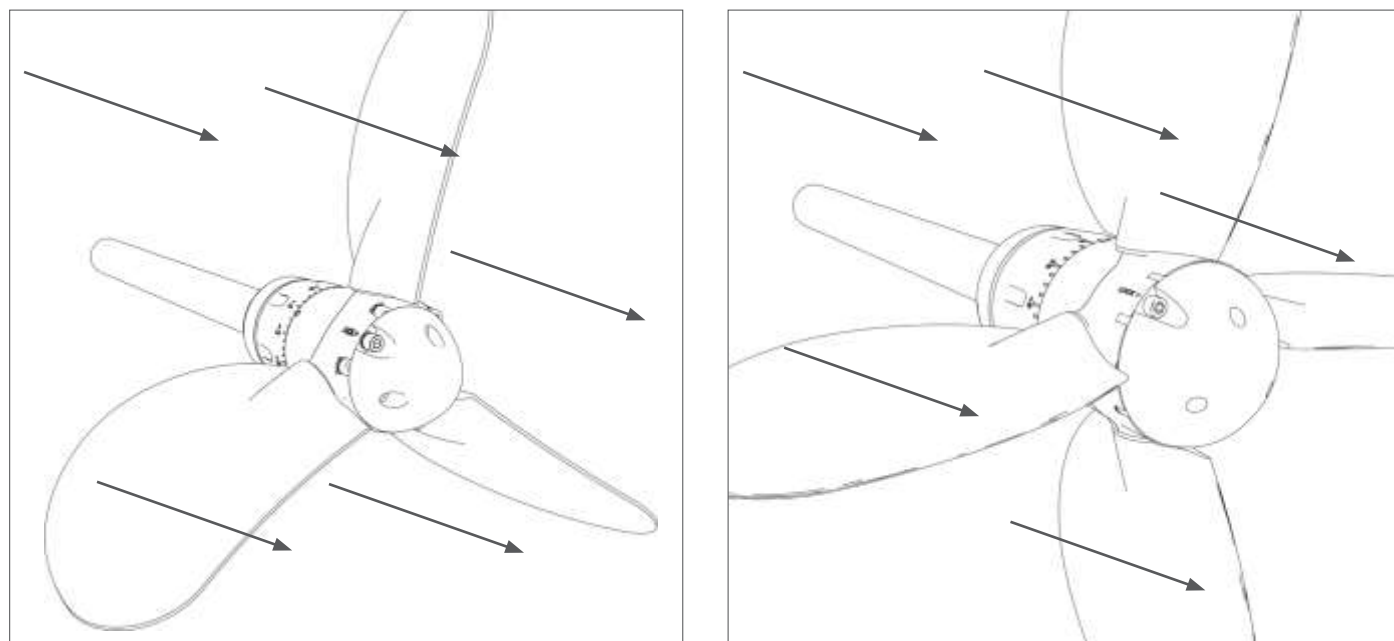

FIG. 28 Débit de l'eau
- À ce stade, les pales se positionneront automatiquement en drapeau, en offrant le minimum de résistance à l'avancement (**Fig. 28**).